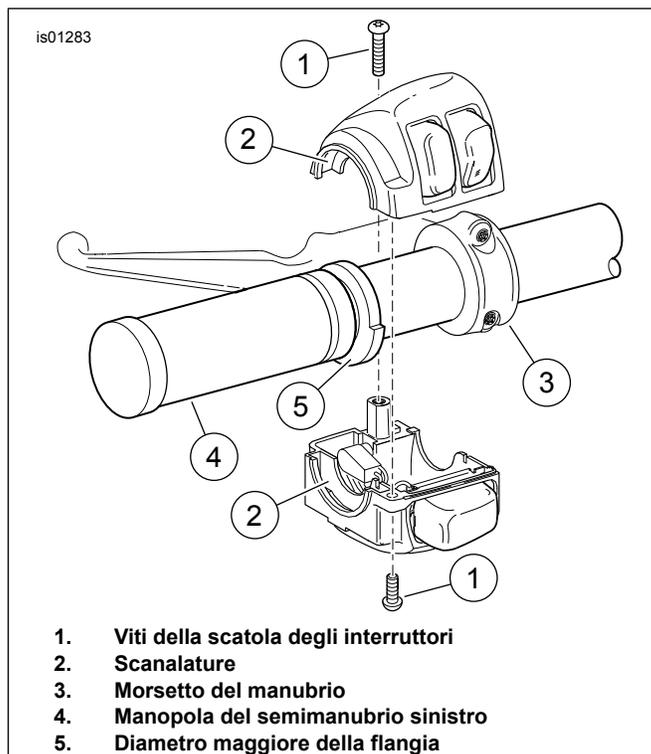

Figura 4. Scatola degli interruttori del semimanubrio sinistro
- Vedere Figura 4 Posizionare la manopola riscaldata sinistra (4) in modo che la parte della flangia con il diametro maggiore (5) sia sul fondo. Spingere la manopola a fondo sul manubrio.
- Collocare la scatola inferiore degli interruttori al di sotto della manopola, in modo che le scanalature (2) sul lato esterno della scatola degli interruttori si adattino alla flangia sulla parte terminale della manopola.
- Fare riferimento a Figura 4, che illustra il montaggio simile sul lato sinistro. Collocare la scatola inferiore degli interruttori al di sotto della manopola, in modo che le scanalature (2) sul lato esterno della scatola degli interruttori si adattino alla flangia sulla parte terminale della manopola.